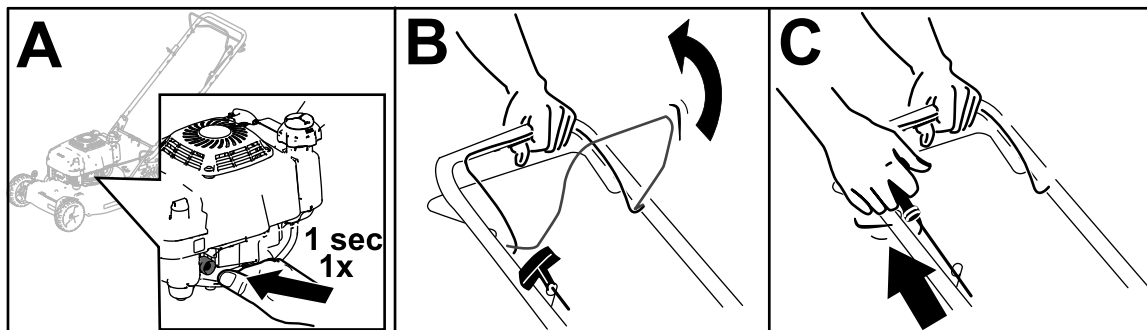

Figura 14
1. Apăsai ferm și inei apăsat pistonul timp de 1 secundă (A din Figura 14).
2. Inei bara de comandă pentru lamă lângă mâner (B din Figura 14).
3. Trageți de mânerul demarorului cu recul (C din Figura 14).